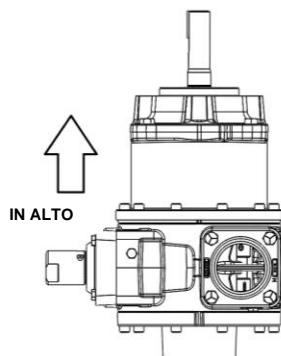

Figura 5 - Smontaggio
- 3) Rimuovere i quattro tappi a vite del copricuscinetto (28), il copricuscinetto (27) e l'o-ring del copricuscinetto (26). Smaltire l'o-ring.
- 4) Posizionare la pompa sulla testata, con l'albero a faccia in su. Vedere figura 5. Fornire adeguato sostegno per eliminare la possibilità di caduta durante lo smontaggio/assemblaggio.